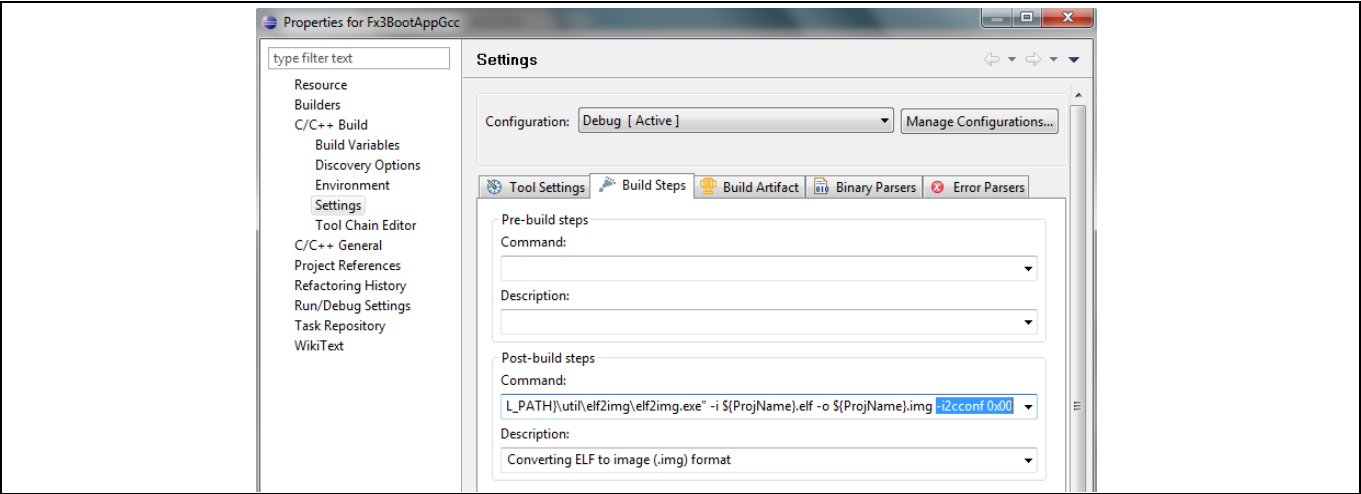

Figure 29 "Post-build steps" 中用于 SPI 启动镜像的 elf2img 命令配置
1. 在 Eclipse IDE 中编译固件镜像，如 Table 27、Table 28 和 Figure 29 所示。